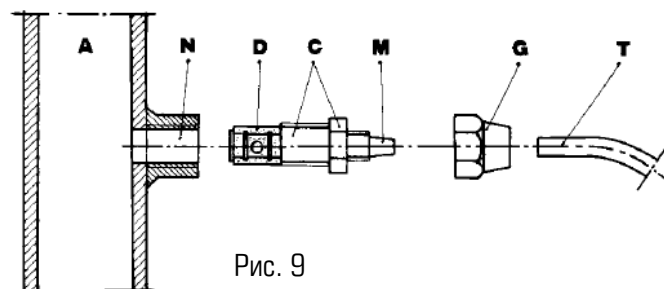

Рис. 9
g. – Выберите наиболее подходящее место для врезки в систему и установите в нем коннектор (или тройник) с внутренней резьбой 3/8" (BSPm). Данный коннектор (или тройник) не входит в комплект поставки насоса. Вкрутите в этот коннектор клапан впрыска реагента, как показано на рис. 9. Затем подсоедините шланг сброса к клапану впрыску и закрутите гайку **Г**. В данной ситуации клапан впрыска реагента также выполняет функцию невозвратного клапана (посредством цилиндрической муфты, установленной на клапане впрыска, выполненной из эластомера Viton, входящей в стандартный вариант поставки насоса).
3.1. СХЕМА УСТАНОВКИ КЛАПАНА ВПРЫСКА (Рис.9)